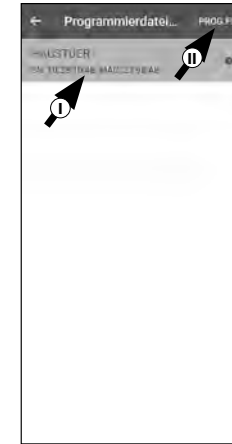

Abb. 65
- ⑥ Wählen Sie den Zylinder aus, für den Sie Änderungen eingerichtet haben (I) (Abb. 65).
- ⑦ Tippen Sie im Anschluss oben rechts auf „PROG.FILE“ (II) (Abb. 65).